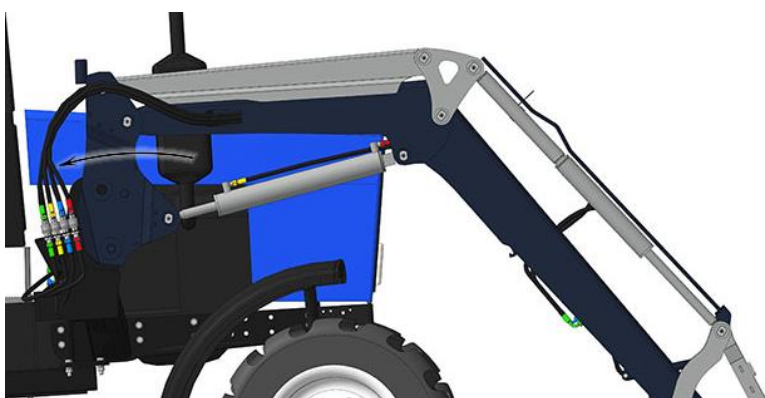

Рис. 2.10 – Поворачивание пятки относительно ловушки до упора
- Поверните пятки относительно ловушки стойки до упора, при этом отверстия под фиксатор становятся соосно (рис. 2.10).